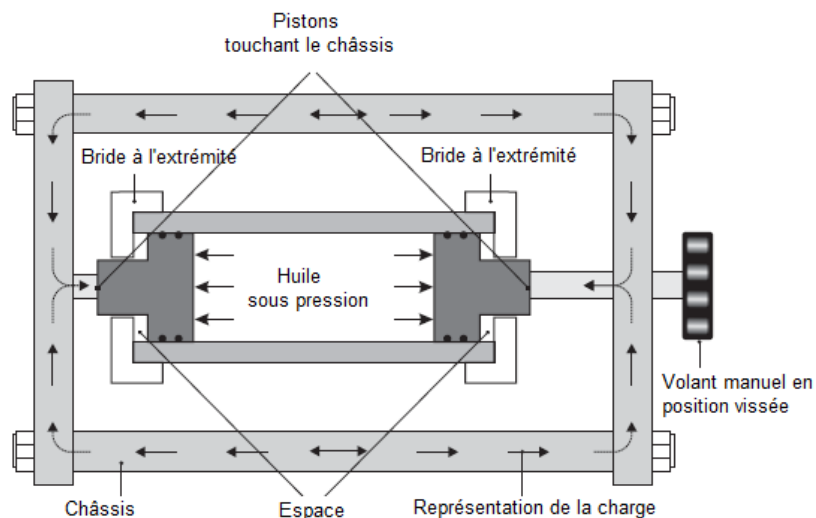

Figure 2 Conditions avec les Extrémités Ouvertes
- Lorsque l'utilisateur visse le volant manuel, il serre les pistons à déplacement libre dans le cylindre. La contrainte axiale (longitudinale) est alors transmise au châssis et la paroi du cylindre est libre de contrainte axiale, comme si le cylindre n'avait pas d'extrémité. Cette configuration permet de réaliser les expériences avec les 'extrémités ouvertes' (voir la figure 2).